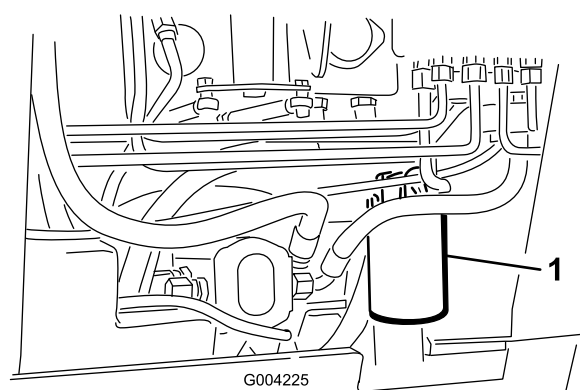

Figure 61
4. Placez un bac de vidange sous le filtre (Figure 61).
5. Enlevez le filtre à huile usagé (Figure 61) et essuyez la surface du joint de l'adaptateur.
7. Montez le filtre de rechange sur l'adaptateur (Figure 61). Tournez le filtre dans le sens horaire jusqu'à ce que le joint rejoigne l'adaptateur, puis serrez-le encore de $\frac{3}{4}$ tour.